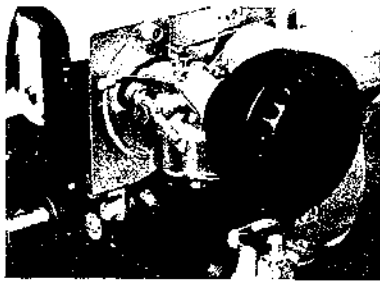

Fig. 25
2. Nettoyer le filtre à air et imbiber la cartouche d'huile. Cette vérification devra être effectuée toutes les 50 heures d'utilisation. (Fig. 25)